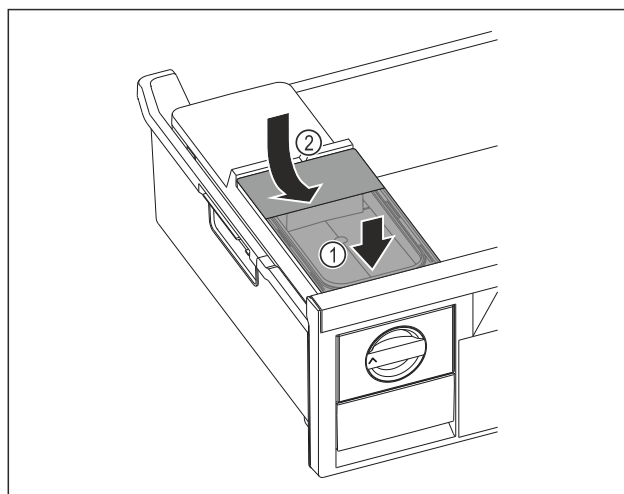

Fig. 79
- ▶ Nasad'te vpředu nádržku na vodu. Fig. 79 (1)
- ▶ Spusťte nádržku na vodu vzadu dolů. Fig. 79 (2)